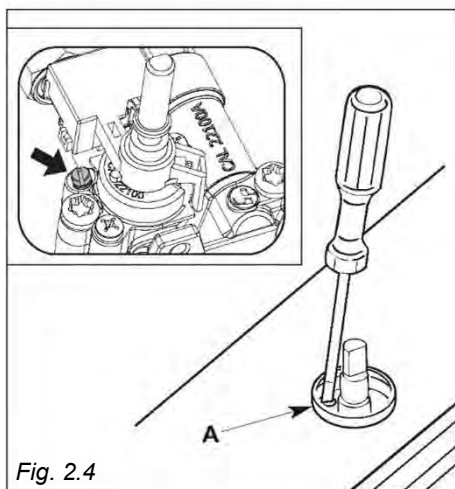

Fig. 2.4
- Cu o șurubelniță mică, rotiți șurubul „A” la reglajul corect (fig. 2.4).